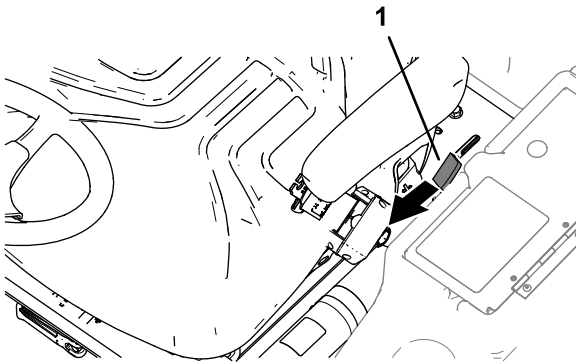

Figura 51
1. Spostate la maniglia di fermo della pedana (Figura 51) verso la parte anteriore della macchina fino a quando il dispositivo non si sgancia dalla barra di bloccaggio.